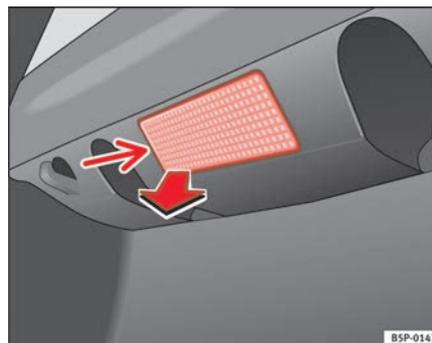

Fig. 191 Luz maletero
- Extraiga la tulipa haciendo presión sobre el borde de la parte interior de la misma -flecha- con ayuda de un destornillador por su parte plana ⇒ fig. 191. ▶